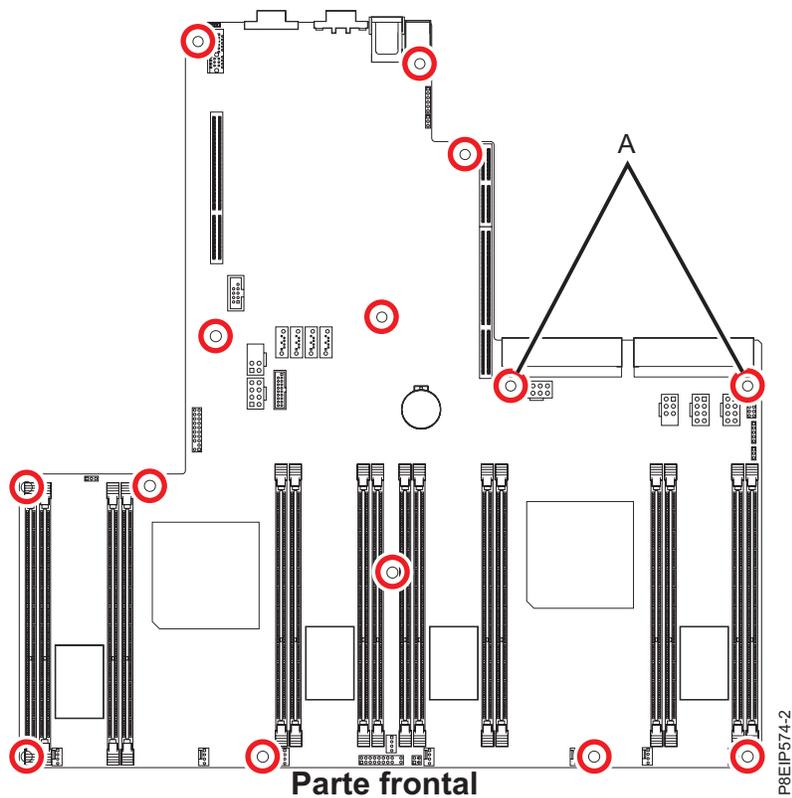

Figura 32. Ubicaciones de los tornillos. Los dos tornillos en (A) son negros y ligeramente más largos.
11. Extraiga los 14 tornillos de la placa posterior del sistema. Las ubicaciones de los tornillos se muestran en la Figura 32 en la página 35.